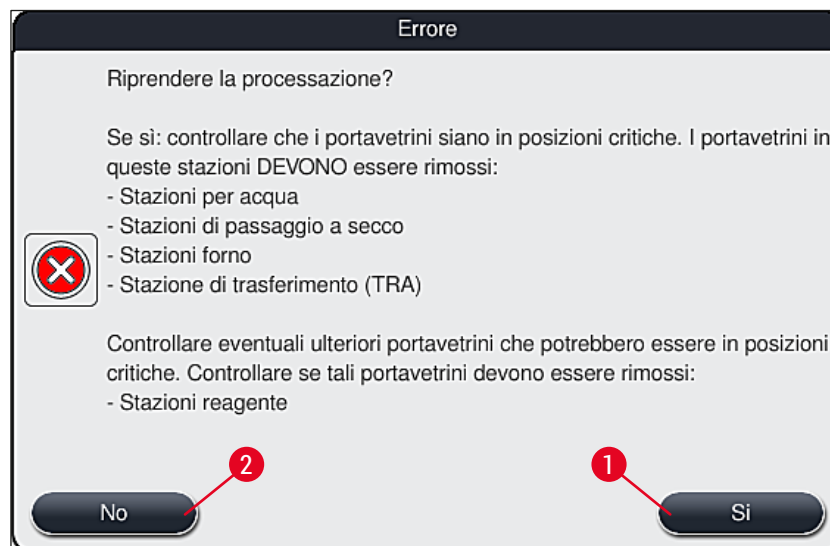

Fig. 110
4. Di seguito è possibile selezionare se ripristinare o meno il processo di colorazione (→ p. 135 – 8.2.2 Ripristino del processo di colorazione dopo un black-out) o annullarlo (→ p. 136 – 8.2.3 Annullamento di tutti i processi di colorazione dopo un black-out) (→ "Fig. 110").
2. Rimuovere dallo strumento i portavetrini critici, seguendo quanto indicato nel messaggio informativo precedente (→ "Fig. 110") e confermare la rimozione premendo la stazione corrispondente (→ "Fig. 111-1") sullo schermo.
È possibile annullare la cancellazione del processo di colorazione e il ritorno al menu di selezione precedente (→ "Fig. 110") premendo il pulsante **Annulla** (→ "Fig. 112-2").